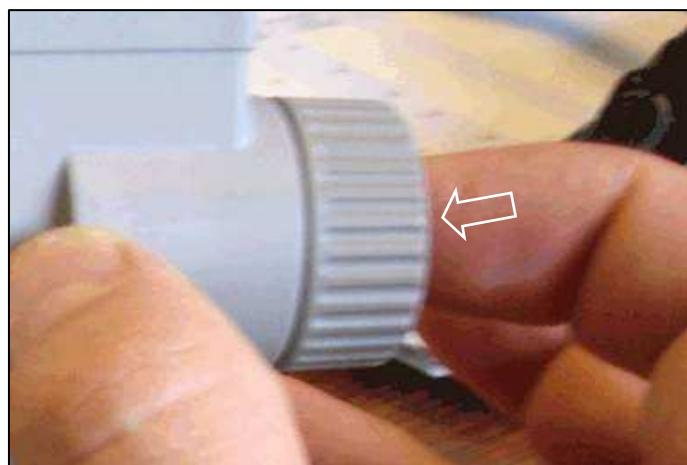

Fig. 3
Validation : (Fig.3)
Bestätigung: (Abb.3)
Validatie: (Fig. 3).
Validación : (Fig.3)
Conferma : (Fig.3)
- **Page de travail 2/3 : Configuration semoir** (Fig.3)
- **Work page 2/3 : seeder configuration** (Fig.3)
- **Arbeitsseite 2/3 : Konfiguration Sämaschine** (Abb.3)
- **Werkpagina 2/3 : Configuratie van de zaaimachine** (Fig.3)